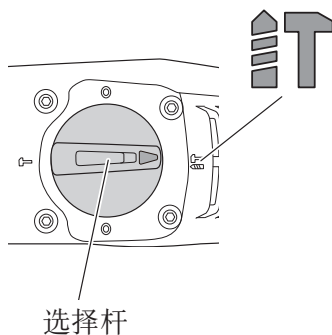

图 9
- (b) 如图 9 所示，将选择杆的 ▲ 对准曲柄盖座上的 IT。